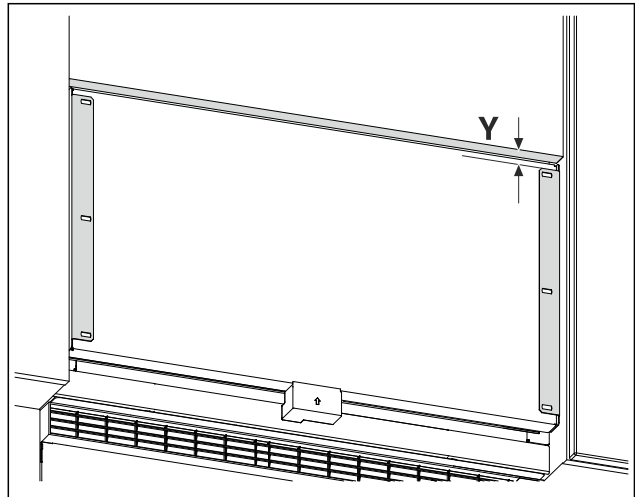

Fig. 23 Voorbeeldweergave
- Meet de afstand Fig. 23 (Y) vanaf de onderkant van de meubeldeur tot de bevestigingsbeugel.